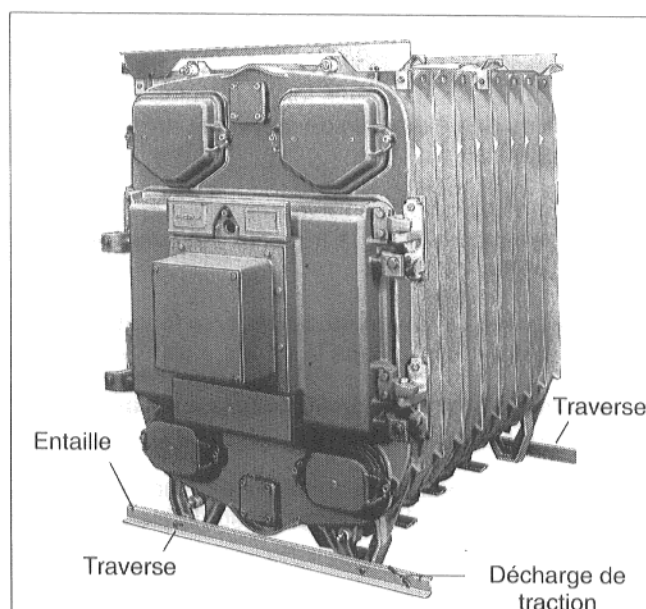

Fig. 36
- Visser les traverses du bas sur les pieds de l'élément, à l'avant (avec décharge de traction pour la conduite du brûleur) et à l'arrière à l'aide de vis M 8 x 16. La longue branche du profil Z de la traverse avant doit pointer vers l'avant et l'entaille de la branche courte doit pointer vers le haut. Le rebord de la traverse arrière doivent pointer vers l'arrière (Fig. 36).